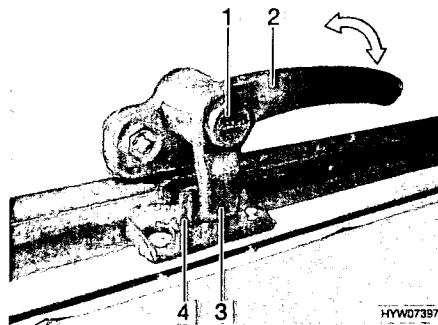

Bild 10 Verriegelungshebel in Stellung "geschlossen"
- Sicherungsknopf (Bild 10,1) drücken und gedrückt halten.
- Den Verriegelungshebel (Bild 10,2) eine viertel Umdrehung zur Fenstermitte hin drehen.
- Den Verriegelungshebel (Bild 10,2) eine viertel Umdrehung zum Fensterrahmen hin drehen. Die Verriegelungsnase (Bild 10,3) am Verriegelungshebel liegt komplett auf der Innenseite der Fensterverriegelung (Bild 10,4).
- in Stellung "fest verschlossen" (Bild 10)